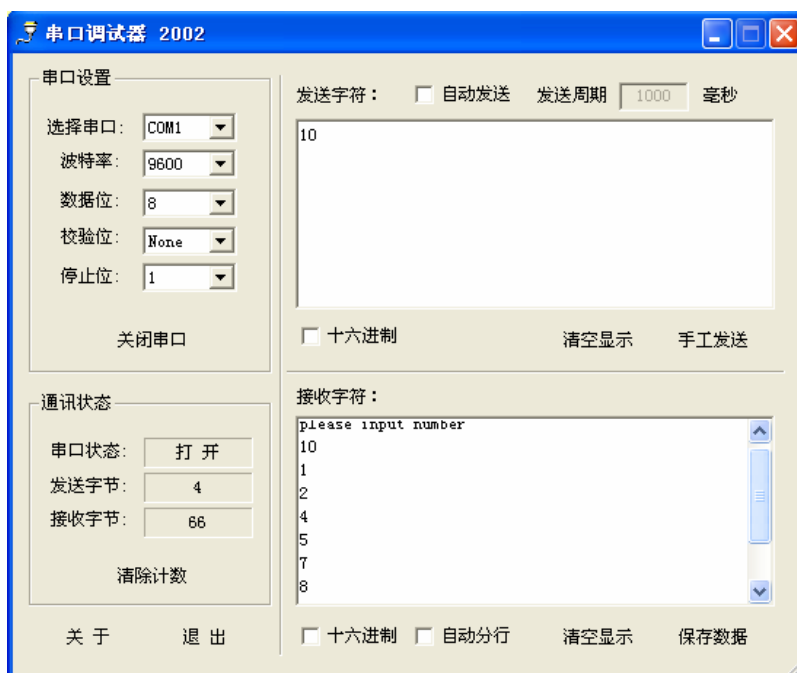

图 3-25
3. 从串口中输入一个值（设为 10），先按回车键再按手工发送。则单片机会将 1、2、4、5、7、8 这几个数发送到串口的接收区。如图 3-25